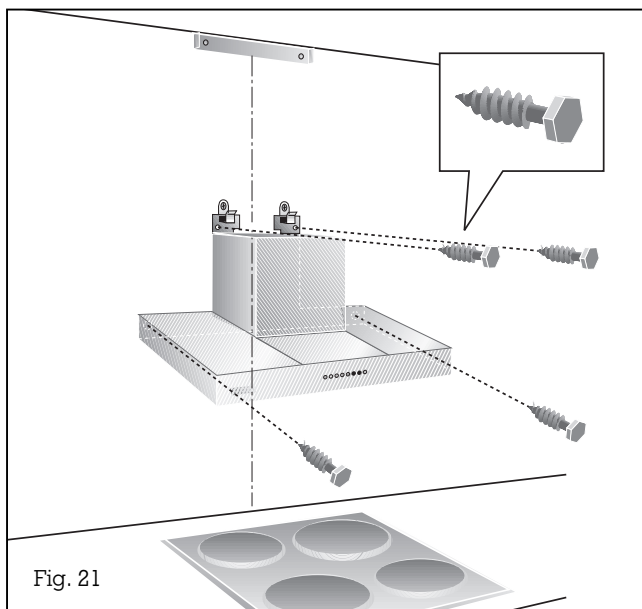

Fig. 21
- Fixez la hotte au mur avec les 4 vis **b** (fig. 21).